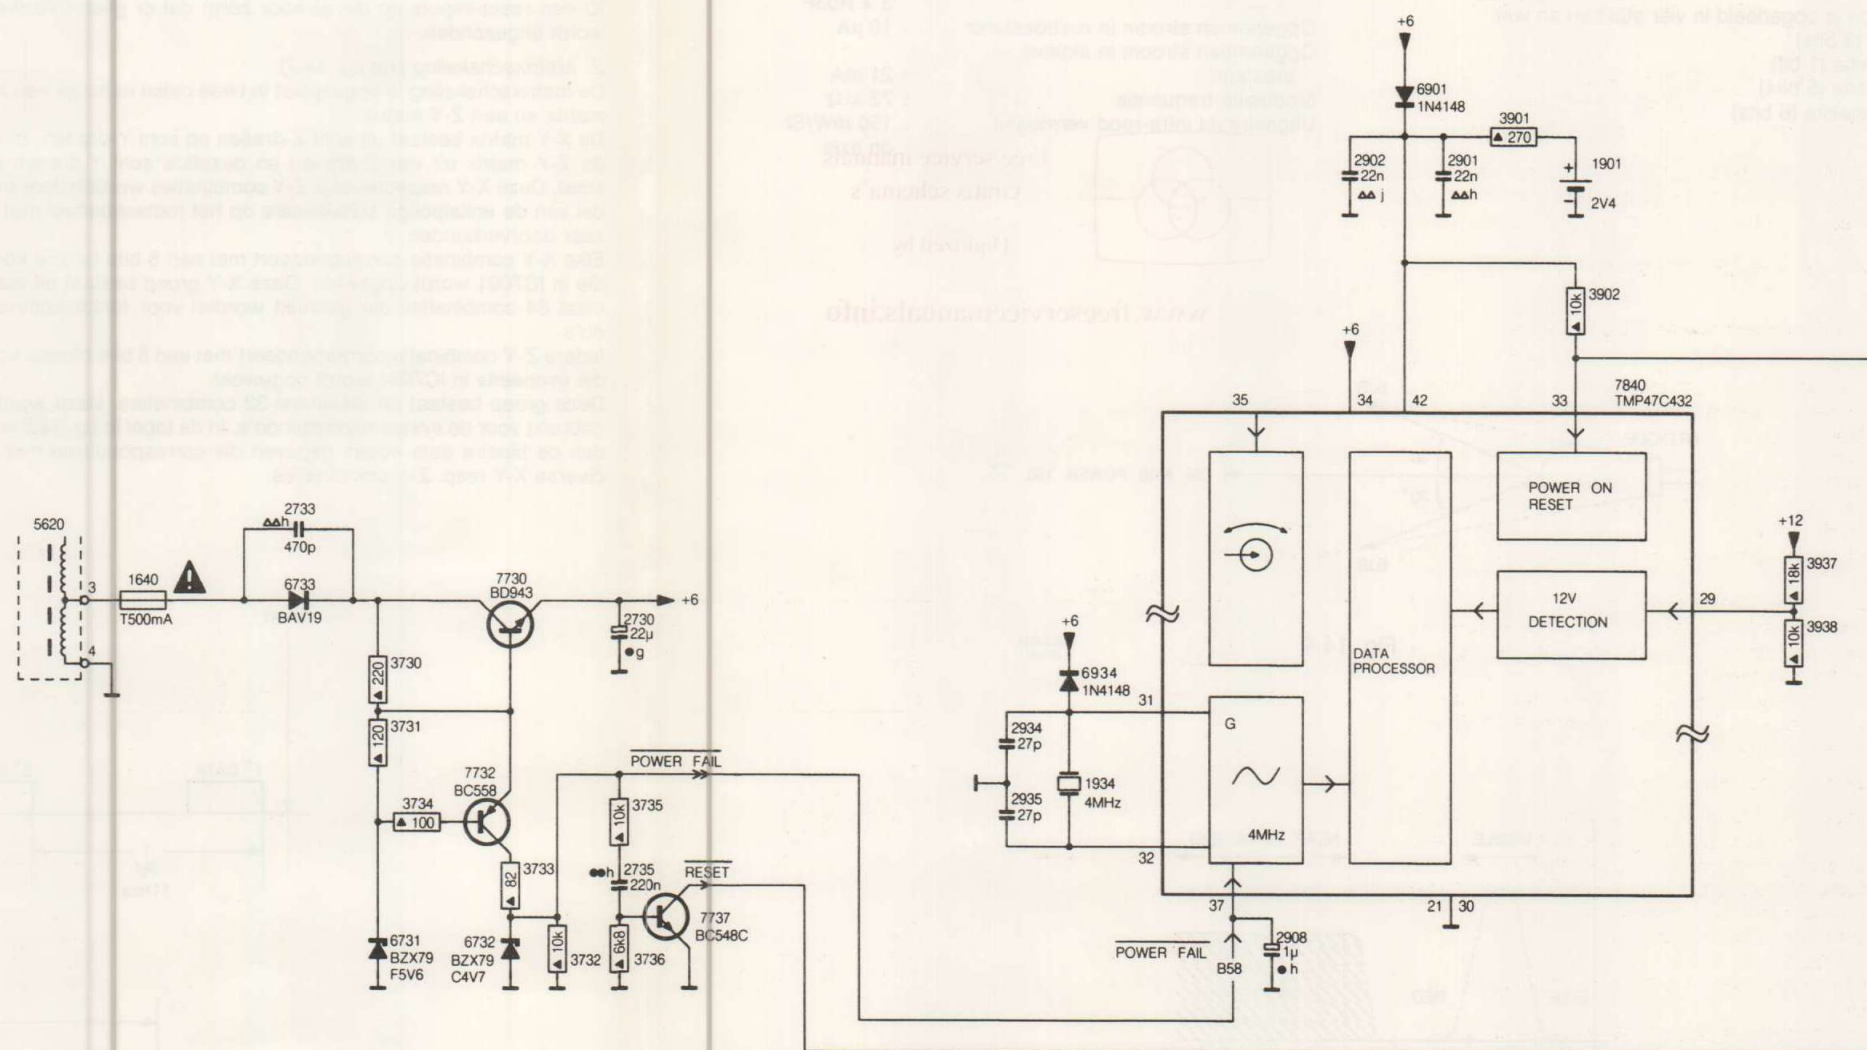

Fig. 14.3
14.4 In- en uitschakelen van het apparaat (fig. 14.3)